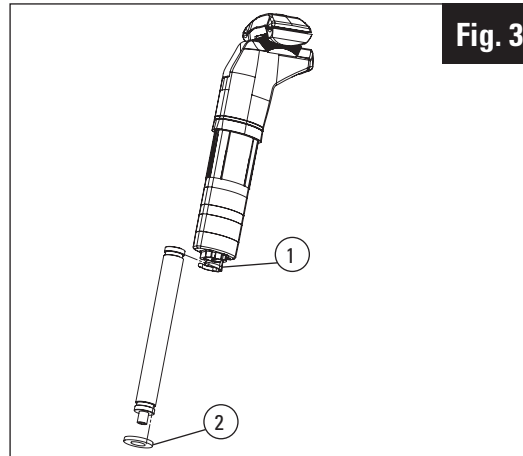

Fig. 3
- 5- Retirer le passe fil en caoutchouc ⑥ derrière le tube de selle et le remplacer par le bouchon fourni ⑦.
**MONTAGE DE LA BATTERIE INTERNE SHIMANO SM-BTR2 (Fig. 3)**
- 1- Clipper la batterie Shimano au support ① et enfiler l'anneau en élastomère ② autour de la gorge inférieure de la batterie.
- 5- Remove the rubber grommet ⑥ behind the saddle tube and replace the fitted cap ⑦.
**FITTING THE SHIMANO SM- BTR2 INTERNAL BATTERY (FIG. 3)**
- 1- Clip the Shimano battery to the support ① and put the elastomeric ring ② around the lower groove of the battery.